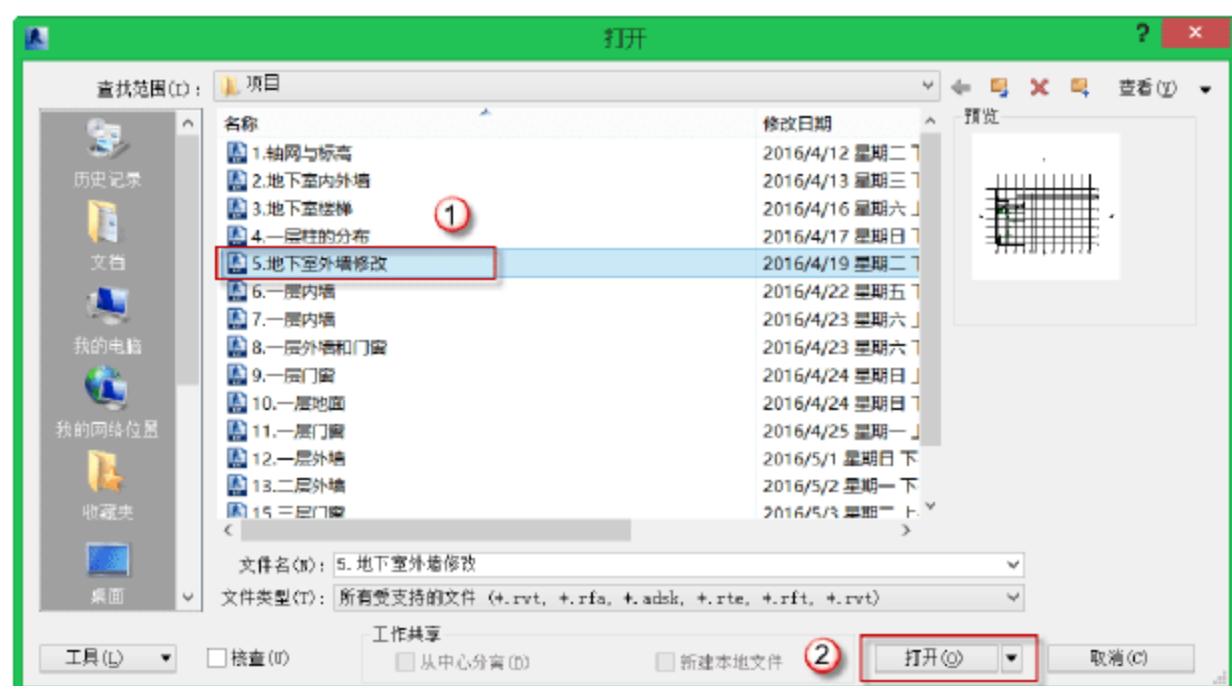

图 10.1.44 打开项目文件
(1) 打开项目文件。选择“打开”→“项目”命令，在弹出的对话框中打开前面保存的文件，或者直接单击历史项目，如图 10.1.44 所示。